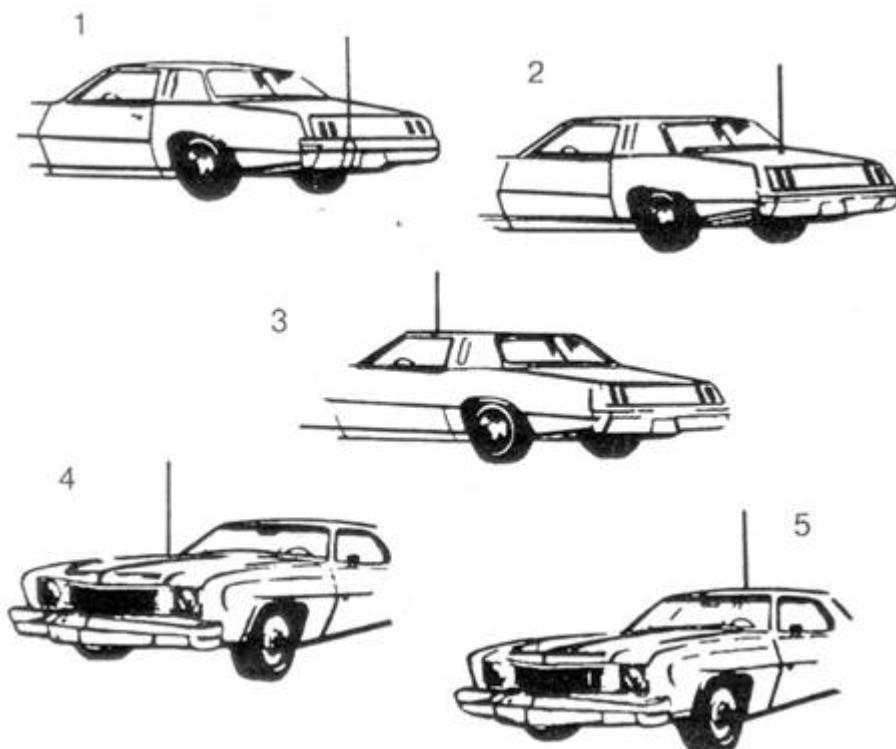

Рис. 3. Типичные места установки автомобильных антенн.
В общем случае имеются два типа антенн для мобильных Си-Би радиостанций - полноразмерный штырь длиной 1/4 волны (2,75 м) и укороченная согласованная штыревая антenna (от 0,5 до 1,9 м). Из-за большой длины полноразмерных антенн на автомобилях применяются, в основном, укороченные антенны длиной не менее 1,2 м, в различных конструктивных исполнениях с креплением через отверстие в крыше, на кронштейне за отбортовку водостока или на магнитном основании (см. рис. 3).
На рис. 3 показаны пять типичных мест установки автомобильной антены: (1) задний бампер, (2) задняя крышка багажника, (3) отбортовка для стока воды, (4) капот, (5) крыша.